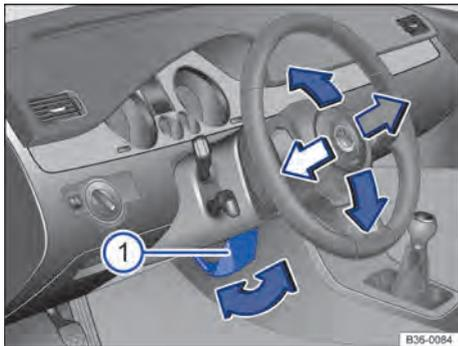

Fig. 50 Ajustar a posição do volante mecanicamente.
- Virar a alavanca \Rightarrow Fig. 50 ① para baixo.